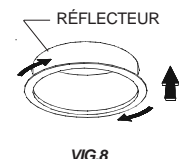

FIG.8
2. Tourner le *réflecteur* légèrement dans le sens des aiguilles d'une montre. (Fig.8)